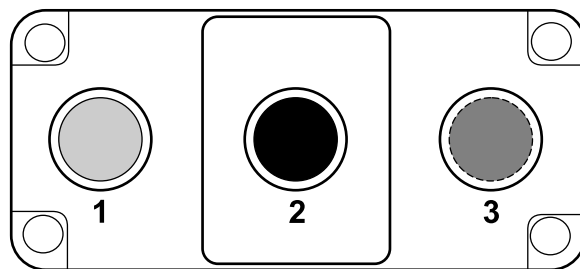

図 17
3. スイッチ端子の位置、ワイヤハーネスのラベル、ワイヤハーネスの色を確認する 図 17。
注 スイッチはスプリングによって後方に付勢されています 図 18。その結果、通常状態において端子 1 と 2 の間が開になっています 図 17。
4. 以下の赤色線を固定するBYPASS ENGAGE SWITCH 2 というラベルの線はオーバーライドスイッチの中央端子 2 に固定する 図 17 と 図 18。
5. BYPASS ENGAGE SWITCH 1 というラベルの灰色の線はオーバーライドスイッチの後部端子 1 に固定する 図 17 と 図 18。